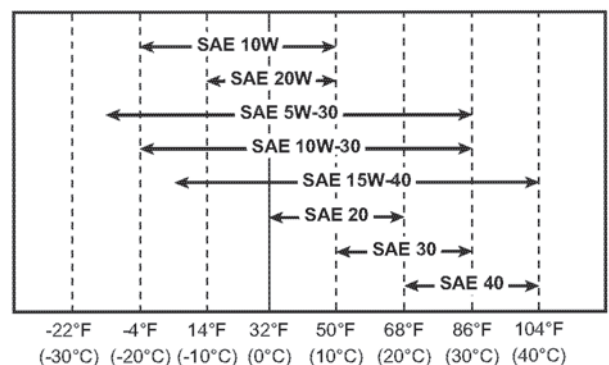

Рис.23
- Выбирайте вязкость масла в зависимости от температуры окружающей среды, в которой работает двигатель. См. таблицу вязкости сервисного класса SAE (рис. 23).
Выберите подходящую вязкость моторного масла в зависимости от температуры окружающей среды и используйте таблицу вязкости эксплуатационного класса SAE на рис. 23.